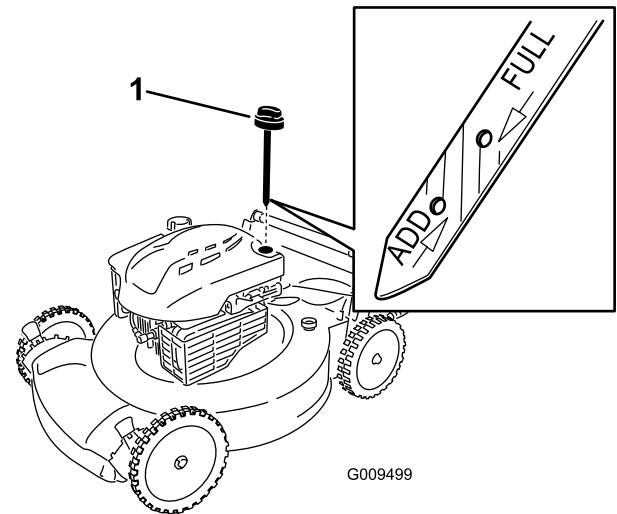

Figura 11
1. Retire la varilla, límpiela, y vuelva a colocarla (Figura 11).
2. Retire la varilla y compruebe el nivel de aceite (Figura 11). Si el nivel de aceite está por debajo de la marca "Add" de la varilla, vierta **lentamente** aceite en el tubo de llenado hasta que el nivel llegue a la marca "Full" de la varilla. **No llene demasiado.** (Capacidad máxima: 0,59 l (20 onzas), tipo: SAE 30,